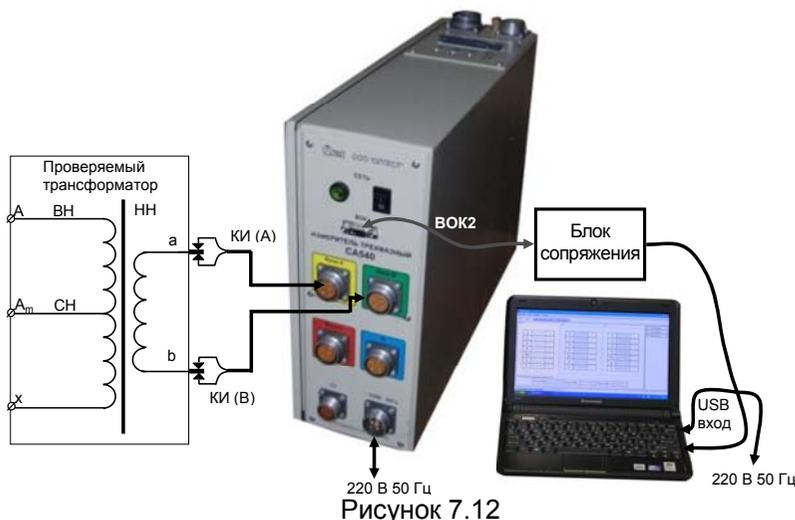

Рисунок 7.12
1) Собрать измерительную схему при управлении Измерителя от ПК (рисунок 7.12).